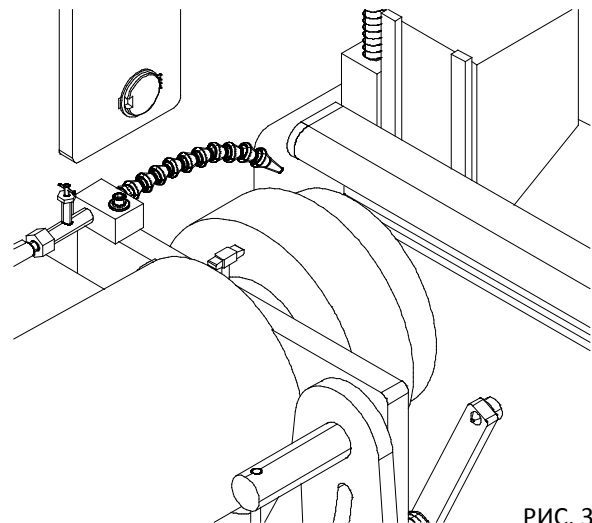

РИС. 31
**ПРИМЕЧАНИЕ.** Зона шлифовального круга, которая контактирует с неподвижным ножом, находится на левой стороне круга. При шлифовании левого края неподвижного ножа та зона круга, которая не контактирует с неподвижным ножом, все равно будет находиться над неподвижным ножом. См. РИС. 31. При переходе к правому краю шлифовального станка круг полностью отодвинется от неподвижного ножа.